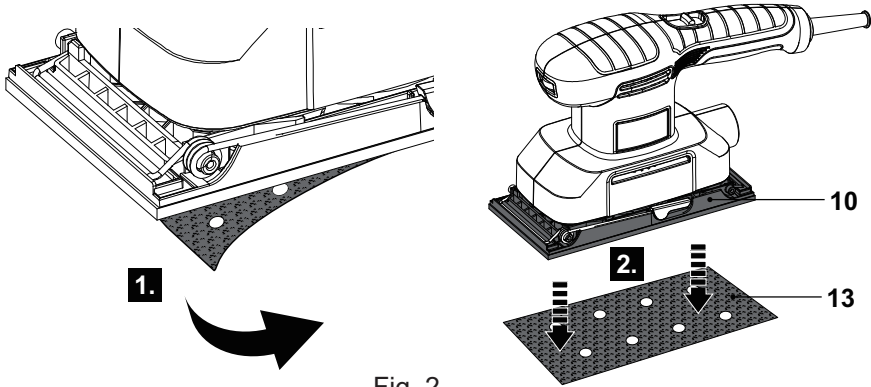

Fig. 2
- > Saisissez un angle/bord de la feuille abrasive (13) et tirez pour l'enlever de la semelle (10) (Fig. 2).